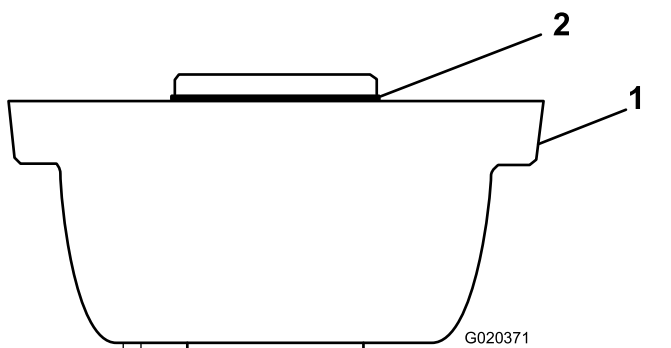

Рисунок 3
1. Нанесите небольшое количество консистентной смазки на уплотнительное кольцо и убедитесь в том, что уплотнительное кольцо установлено на корпусе щетки катка (Рисунок 3).